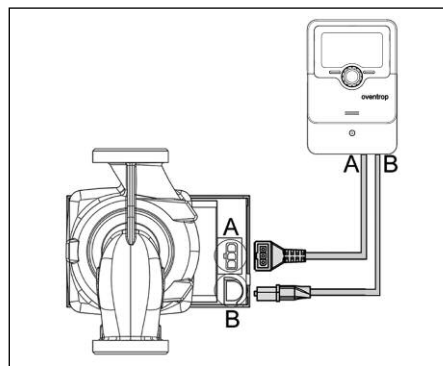

Fig. 6.3 Câble de raccordement du circulateur à haut rendement (exemple pour circulateurs Wilo)
8. Diriger le câble du circulateur vers le bas et le raccorder au régulateur en respectant les instructions de montage du fabricant de l'installation solaire. Pour des circulateurs avec des fiches de raccordement voir fig. 6.3.